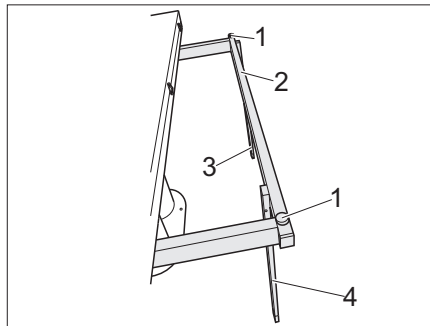

Bild 109 Ställ stöden upprätt
- Dra ut (Bild 109,2) bordsstödet.
- Ställ stöden (Bild 109,3 och 4) upprätt.
- Ställ in önskad höjd på bordsskivan med de två justerskruvarna (Bild 109,1).